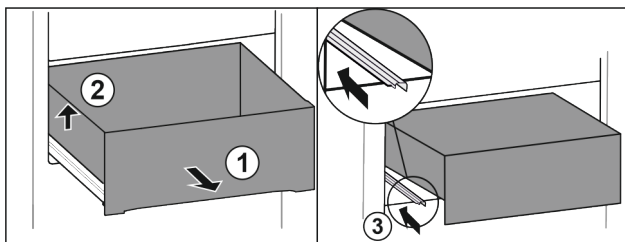

Fig. 19
- ▶ Vytáhněte zásuvku až na doraz. Fig. 19 (1)
- ▶ Nadzvedněte zásuvku vlevo. Fig. 19 (2)
- ▶ Zasuňte levou kolejničku. Fig. 19 (3)